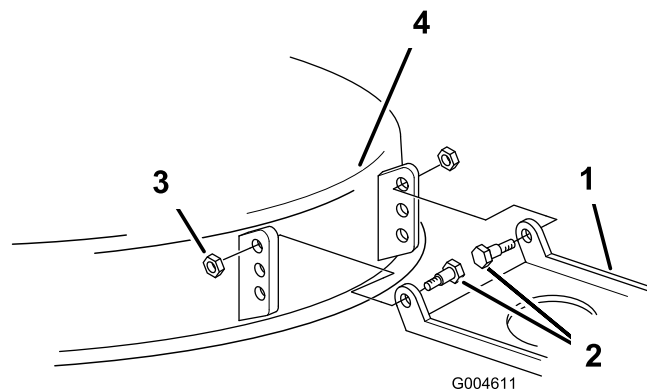

Figura 46
18. Si no es posible lograr una inclinación de la parte delantera de 6 a 16 mm girando la tuerca de ajuste de la inclinación, mueva el soporte de pivote del cortacésped (Figura 46).
19. Retire los pernos de cuello largo y las contratuercas del cortacésped (Figura 46).
20. Baje el pivote del cortacésped al taladro inmediatamente inferior y vuelva a colocar los pernos de cuello largo y las contratuercas (Figura 46).